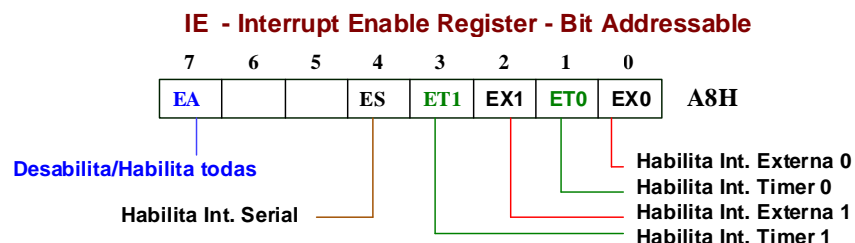

Figura 17 – Registrador *Interrupt Enable*. Deve-se colocar '1' em cada flip-flop para se obter a função descrita.
Para habilitar o atendimento das interrupções do 8051, o programador deve atuar sobre o registrador *Interrupt Enable* (IE). O flip flop 7 (*Enable All*) do registrador IE (Figura 17) funciona como uma chave geral para as interrupções do 8051; ou seja, se ele estiver em '0', nenhuma interrupção é atendida. Além de colocar o flip-flop EA em '1', o flip-flop correspondente a interrupção que se deseja habilitar (Figura 17) deve ser também colocado em nível lógico alto. Por exemplo, a habilitação da Interrupção Externa 1 pode ser realizada através das seguintes instruções: SETB EX1, SETB EA.
Sendo o sinal de *clock* apresentado ao contador TL1TH1, a contagem é realizada até FFFFH. Quando do próximo incremento, os registradores TL1TH1 vão para zero e o *flag* TF1 é colocado em nível lógico alto, solicitando execução de tratador de interrupção devido ao TIMER1 (Tabela 10). Para que o tratador seja executado, tal interrupção deverá ter sido habilitada no registrador IE (Figura 17).